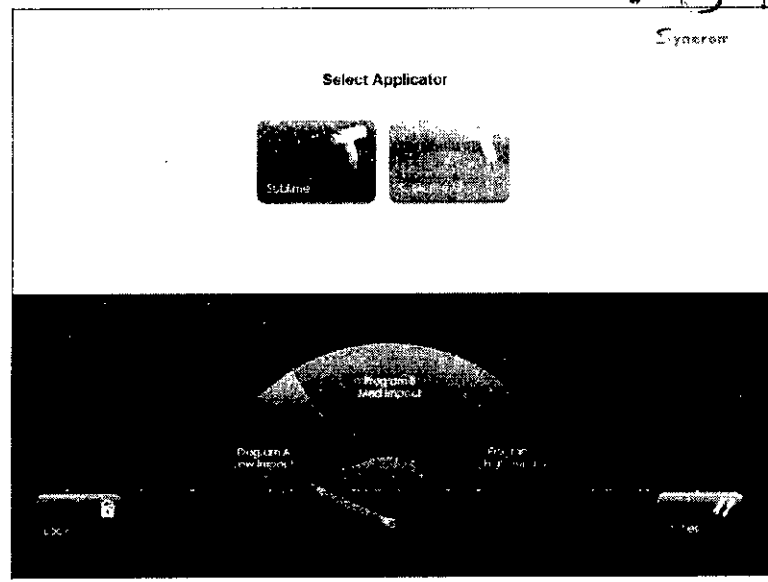

Figura 4-4: Pantalla Treatment Program Selection [Selección del programa de tratamiento]
- Si pulsa el botón **Sublative RF**, aparecerá la pantalla **Treatment Program Selector** [Selector de programa de tratamiento] (consulte la Figura 4-4).